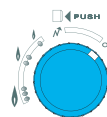

рис. 13
Установите кнопку-регулятор подачи газа (23) в положение OFF (ВЫКЛ.) (рис. 13).